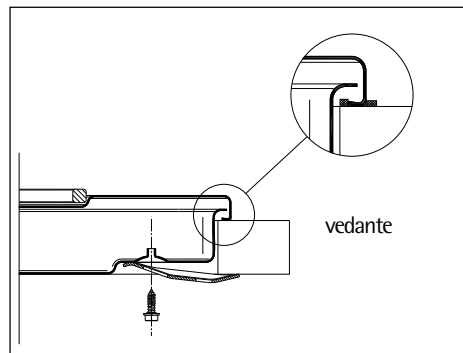

Fig. 14
- fixe a placa ao móvel com as peças de canto fornecidas (vide Fig. 14).